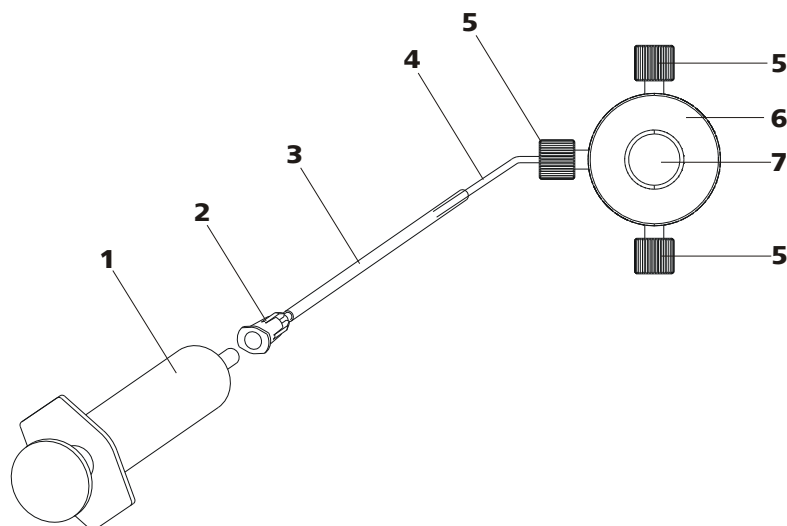

Figure 16 Purger la pompe haute pression
Purger la pompe haute pression de la manière suivante (voir Figure 16, page 32) :
- Insérer la seringue (16-1) dans le connecteur Luer (16-2) de la canule de purge (voir Figure 16, page 32).